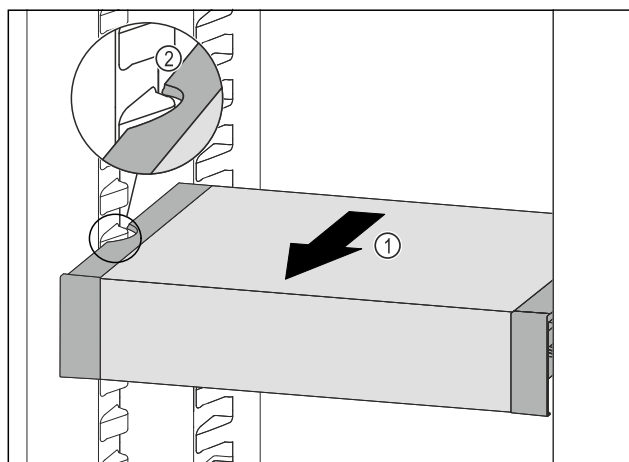

Fig. 112
- ▶ 向前拉动 VarioSafe Fig. 112 (1)，直至 VarioSafe 的侧部凹槽与冷藏区中的容器肋梁持平。Fig. 112 (2)